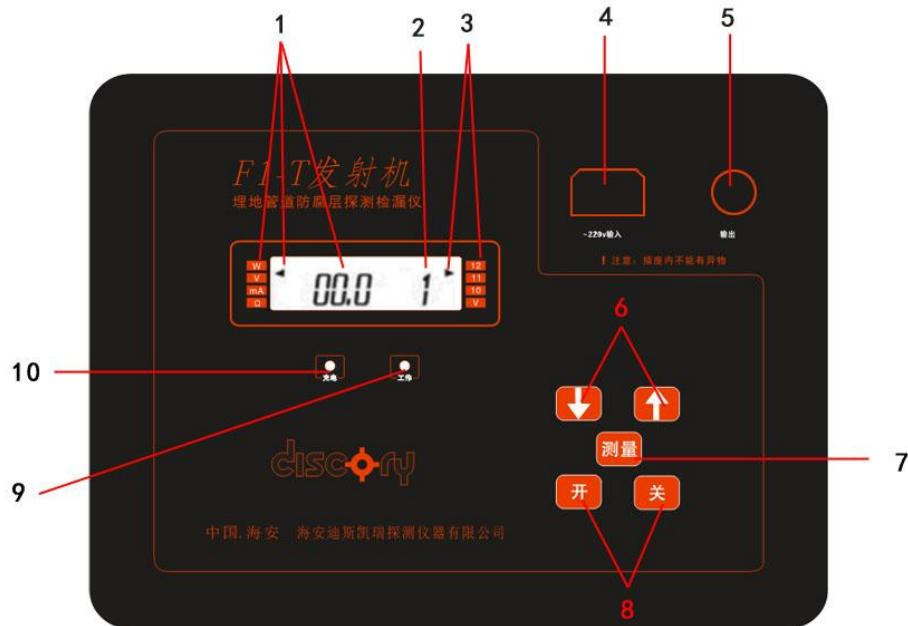

图1 发射机前面板示意图
- 1、**发射机：**发射机用于向地下管道发射某一特定频率的电磁波信号，建立起单线——大地回路的地下管线检测场。其功能示意如图 1 所示。